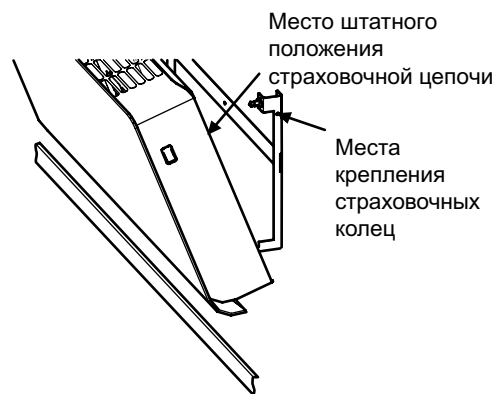

Рис. 4
3. Наклоните прибор на угол 90° и вставьте узлы крепления, расположенные в нижней части прибора, в ответные элементы монтажной рамки. Поднимите прибор и застегните страховочные кольца. Защелкните верхние фиксирующие элементы. В таком положении прибор закреплен на монтажной рамке и если вы освободите фиксаторы (при чистке), страховочные кольца оставят прибор в вертикальном положении. См. рис. 4.